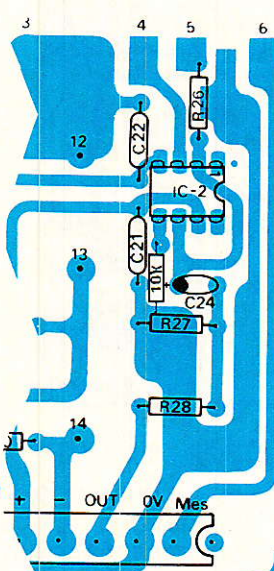

Figure 1c
- La nomenclature est exacte pour IC_2 = NE5534. Dans le cas d'un remplacement par un TLO71, ne pas monter C_{23} et mettre une résistance de 10 K entre pin 5 de IC_2 et masse (**figure 1c**)